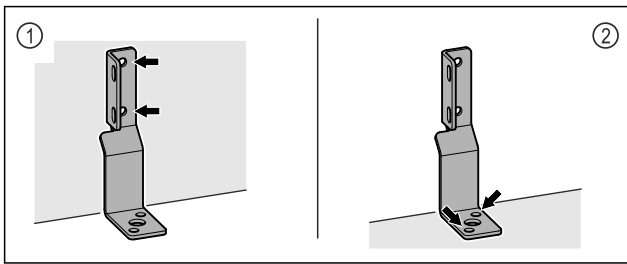

Fig. 8
- ▶ Winkel an Wand Fig. 8 (1) oder Boden Fig. 8 (2) befestigen.